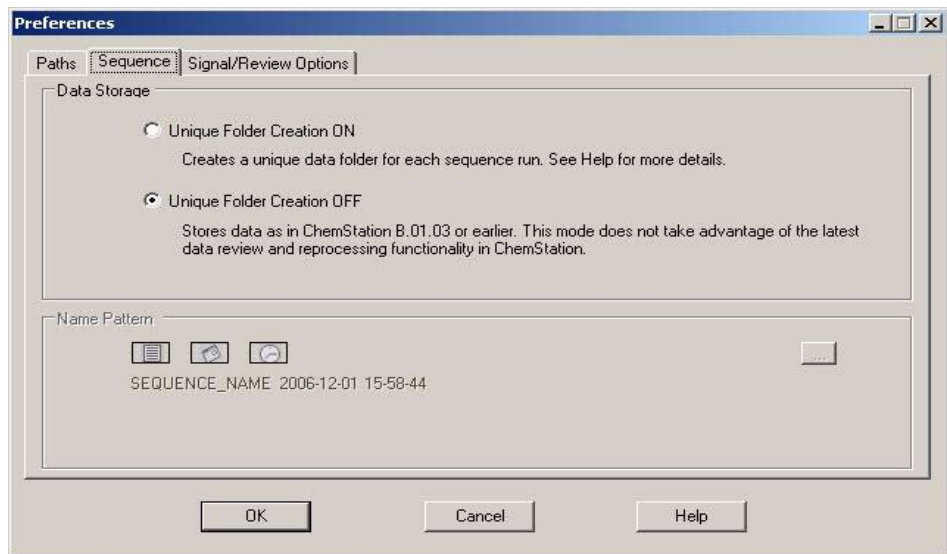

図 14 プレファレンス ダイアログ / シーケンスタブ
B.02.01 より前の ChemStation リビジョンで使われていたデータ保存概念を使って作業できるようにするため、[プレファレンス] ダイアログボックスの [シーケンス] タブには [データ保存] セクションが用意されています。ここでは、[ユニークなフォルダ作成オン] と [ユニークなフォルダ作成オフ] のいずれかを選択できます (『99 ページ 図 14』)。デフォルトでは、[ユニークなフォルダ作成オン] が選択されています。[ユニークなフォルダ作成オン] を使えば、上述したデータ保存コンセプトが有効になります。[ユニークなフォルダ作成オフ] を使えば、ChemStation B.01.03 以前の方式でデータを保存できます。詳細は、『新しい ChemStation ワークフロー入門』マニュアルを参照してください。